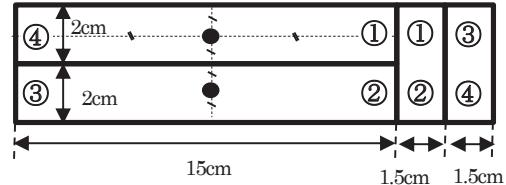
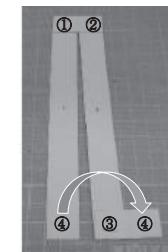

図1 型紙
図2
(1)画用紙を図1の型紙のとおり実線に沿って4つのパートに切ります。
(3)(1)で切り取った4つのパートの端を、図1の同じ番号を重ねて順番にステープラーで止めます（図2）。